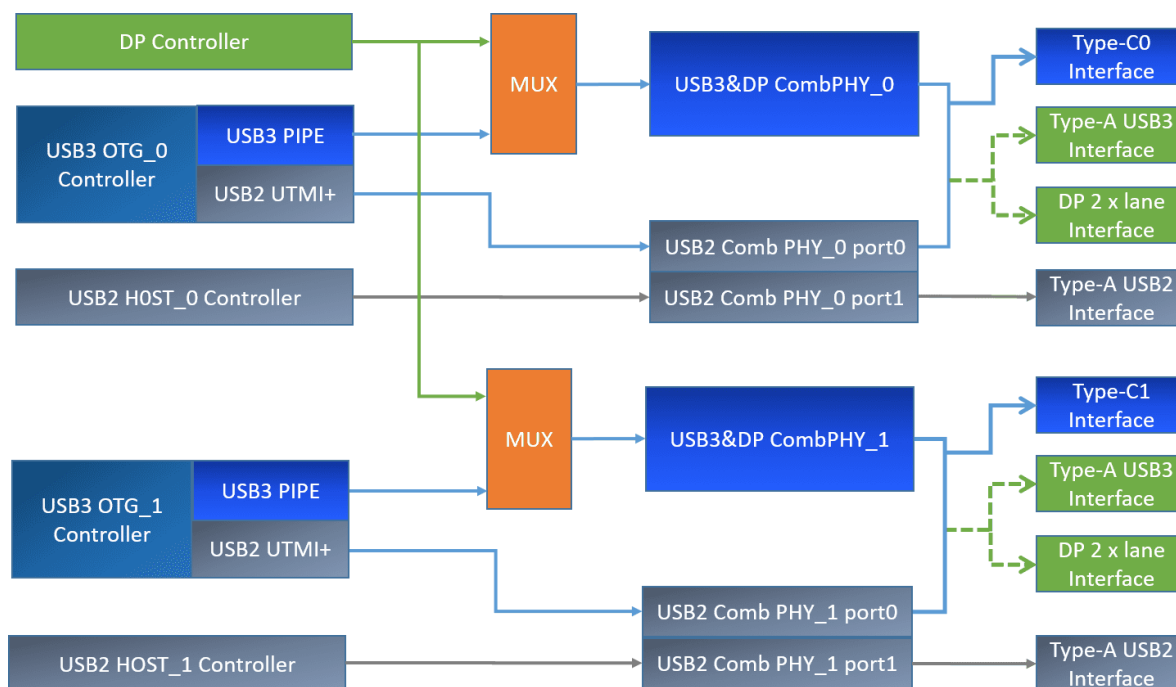

图 1-1 RK3399 USB 控制器和 PHY 的连接示意图
RK3399 USB 控制器和 PHY 的内部连接关系（未包含 HSIC），以及对应的常见 USB 物理接口如下图 1-1 所示。
5. 需要注意的是，RK3399 USB 支持的接口类型并不局限于图 1-1 所描述的 Type-C/A USB 接口类型，而是可以支持所有常见的 USB 接口，包括 Type-C USB 2.0/3.1，Type-A USB 2.0/3.1，Micro USB 2.0/3.1 等，具体信息请参考RK3399 USB 支持的接口类型。为了适配不同的 USB 电路设计和接口类型，Linux 内核 USB 驱动已经做了软件兼容，开发者只需要根据产品的 USB 硬件电路，